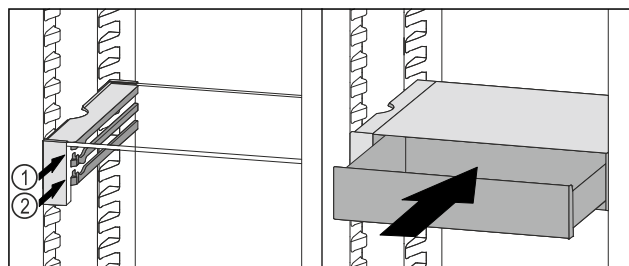

Fig. 108
- 将 VarioSafe 抽屉放置在所需肋梁 Fig. 108 (1) 或 Fig. 108 (2) 上的止动器后面。